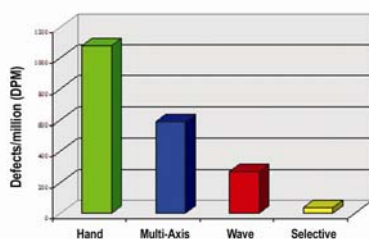

Abb. 13: Niedrigste DPM-Rate
- Konsistente Qualität der BF-Lötverbindungen und deutliche Senkung der DPM-Rate (Abb. 13)